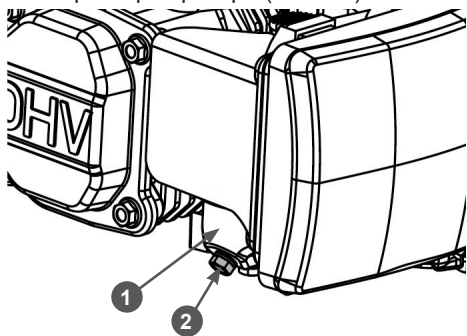

Рис. 25. Слив топлива из карбюратора
- Установите под карбюратор 1 подходящую емкость (Рис. 25).
- Открутите болт 2 сливного отверстия и слейте топливо из поплавковой камеры карбюратора (Рис. 25).